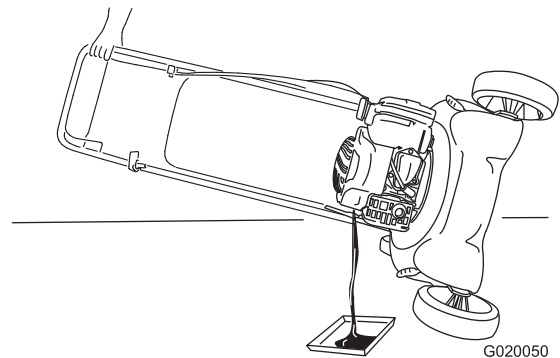

Figura 18
2. Ponga la máquina de lado, con el filtro de aire hacia arriba, y retire la varilla para drenar el aceite usado a través del tubo de llenado de aceite (Figura 18).